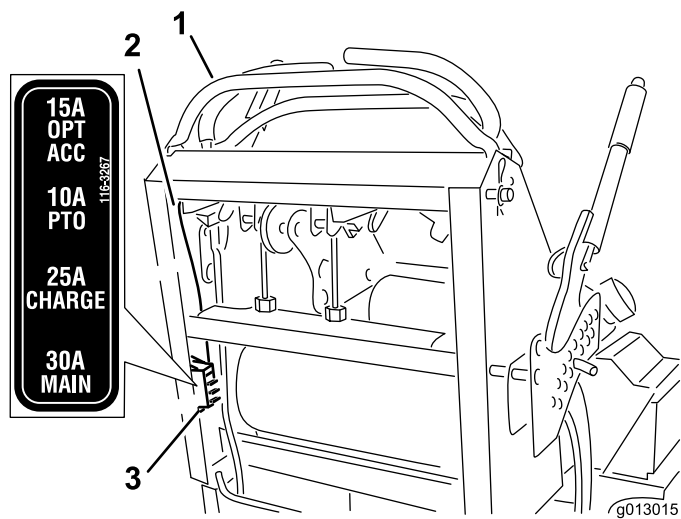

Figure 55
- Tirez le fusible pour le sortir et le remplacer (Figure 55).